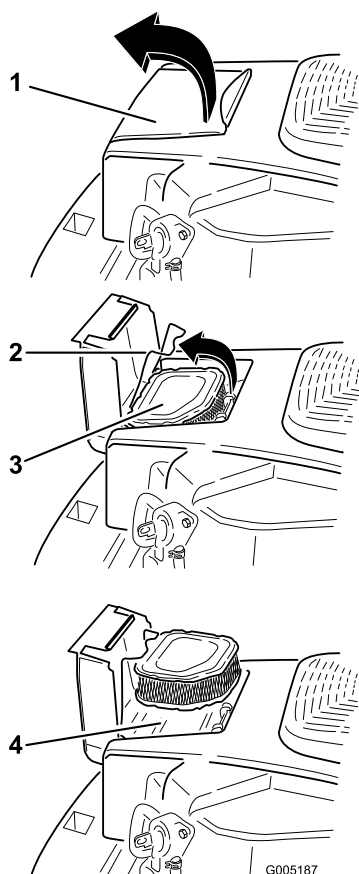

Figura 28
1. Aprite lo sportello del coperchio del filtro dell'aria sul convogliatore per accedere all'elemento (Figura 28).
2. Sganciate il fermo e togliete l'elemento (Figura 28).